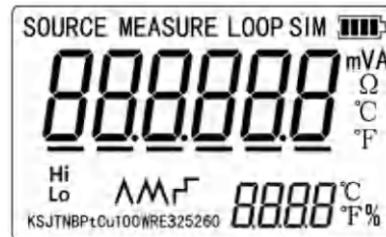

图5 显示所有内容
2. 按 持续2s以上打开校验仪。此时校验仪将进行自检，自检包括仪器内部电路和LCD显示屏，自检时LCD显示屏将显示所有内容，持续时间为1s，界面如下图5：